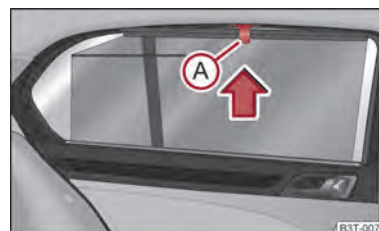

Abb. 50 Hintere Tür: Sonnenschutzrollo
- Ziehen Sie das Sonnenschutzrollo am Griff (A) ⇒ Abb. 50 heraus und hängen Sie es in den Halter an der Türoberkante ein.